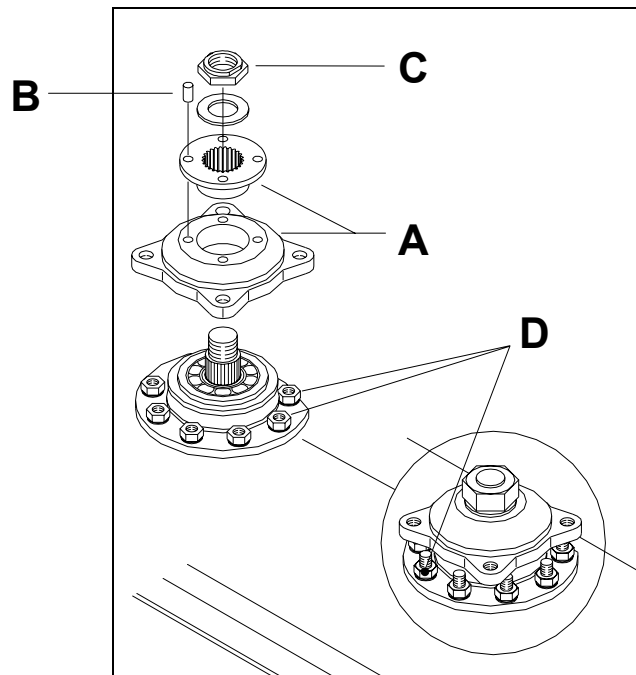

fig.1
Diese Einrichtung schließt Beschädigungen an den Innenteilen des Balkens bei ungewollten Stößen gegen Hindernisse aus, indem die vier Sicherheitsbolzen **B** (Bild 1) abgekappt werden. Bei einem Stoß ist zur Wiederherstellung der Maschinenfunktion wie folgt vorzugehen:
- die Messerscheibe ausbauen und die Mutter **C** Bestellnummer 58032873 (Bild 1) lockern;
- die Sicherheitsbolzen **B** Bestellnummer 57132934 auswechseln. Nun können alle Maschinenteile wieder eingebaut werden. **Dabei ist sicherzustellen, dass die Messerwelle phasengleich zu den anderen Wellen steht**. Die Mutter **C** (M24) mit einem Anzugsmoment von 30 kgm (Bild 1) anziehen.
ATTENZIONE: serrare i dadi **D** (fig.1) alla coppia di 2,7 kgm.
ATTENTION: Tighten the nuts **D** (fig.1) to a torque setting of 2.7 kgm.
ATTENTION: serrer les écrous **D** (fig.1) au couple de 2.7 kgm.
ATENCIÓN: apretar las tuercas **D** (fig.1) al par de 2.7 kgm.
ACHTUNG: Die Muttern **D** (Bild 1) bei einem Drehmoment von 2.7 kgm anziehen.